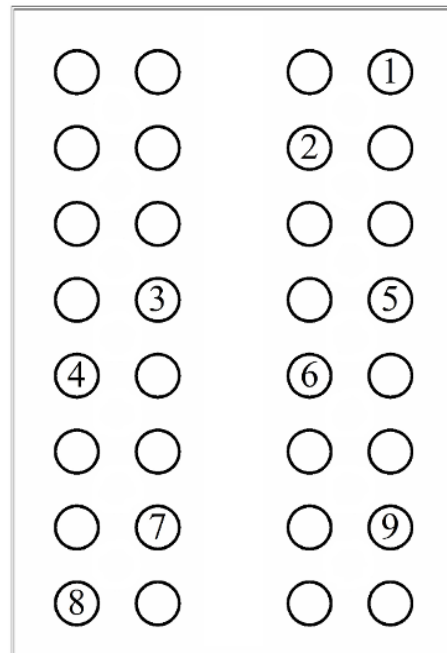

Рис. 1.
2. При непосредственном защелкивании замка, первоначально необходимо произвести точечное сцепление (наживление) отдельных выступов при помощи специального приспособления для монтажа тефонда по всей длине отрезанного куска. Наживление выполнять в зигзагообразном порядке, как показано на рис.1.